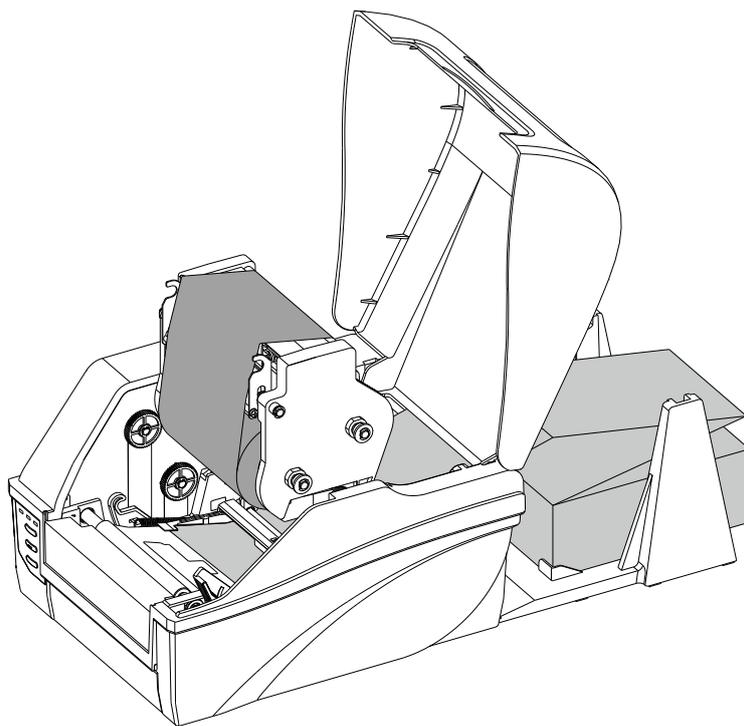

图 2-25 穿出标签纸
3. 将折叠纸置于外置纸架的卡槽内，标签纸依次穿过打印机的穿纸口、纸张导向杆下方、穿透式纸张探测器下方，然后送至纸张导向片前端的压纸片下，将两个纸张导向片靠紧标签纸，但不能挤压使其变形。如图 2-25 所示。